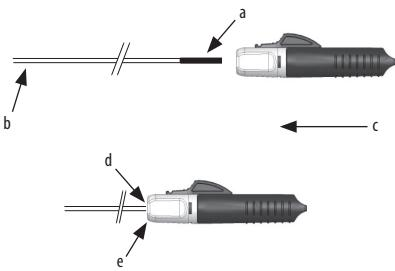

Figura 1.
3. Țineți capătul proximal al pistonului implantului la capătul distal al PLI (positive load indicator, indicator de încărcare pozitivă). Avansați dispozitivul de detașare instantanee (D.I.) peste pistonul de amplasare până când PLI intră complet în con și pistonul de amplasare este plasat ferm în dispozitivul de acționare (vezi Figura 1).
Notă: Dacă PLI este încă vizibil, ca în Figura 2 de mai jos, dispozitivul de detașare instantanea (D.I.) trebuie să fie avansat în continuare până când pistonul de amplasare este așezat complet în con, ca în Figura 1 de mai sus.